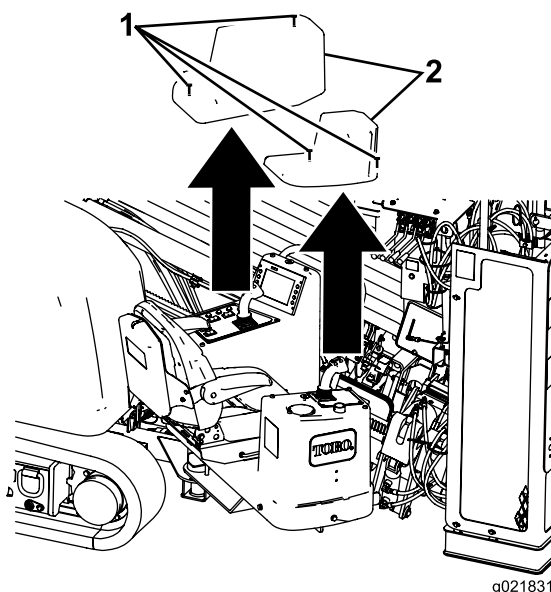

Figura 77
3. Solte os 4 parafusos de fixação das tampas sobre os consoles de operador e retire as tampas (Figura 77).